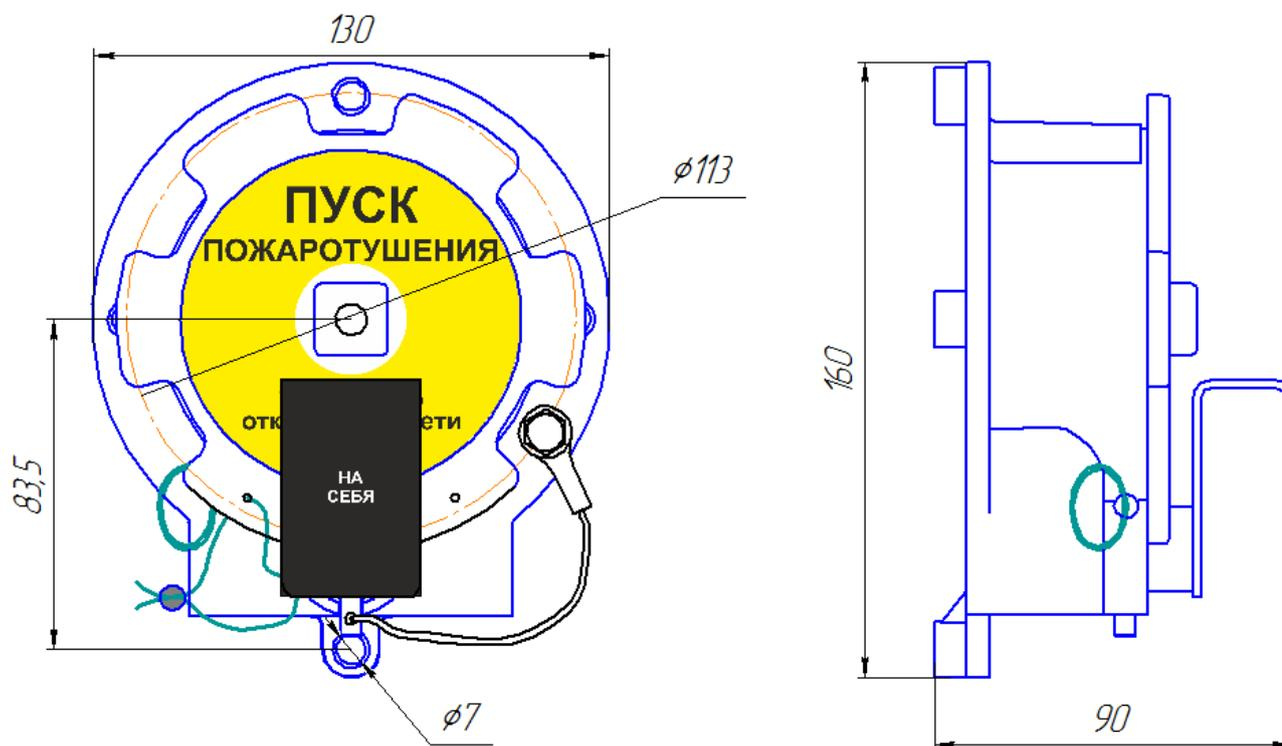

Рис. 1 – УДП «Спектрон»
- определить место установки и разметить место крепления, рис. 1;
4. После этого необходимо произвести опломбирование. Опломбирование производит эксплуатирующая организация при помощи опломбирочной проволоки диаметром до 0,2 мм, рис. 1.